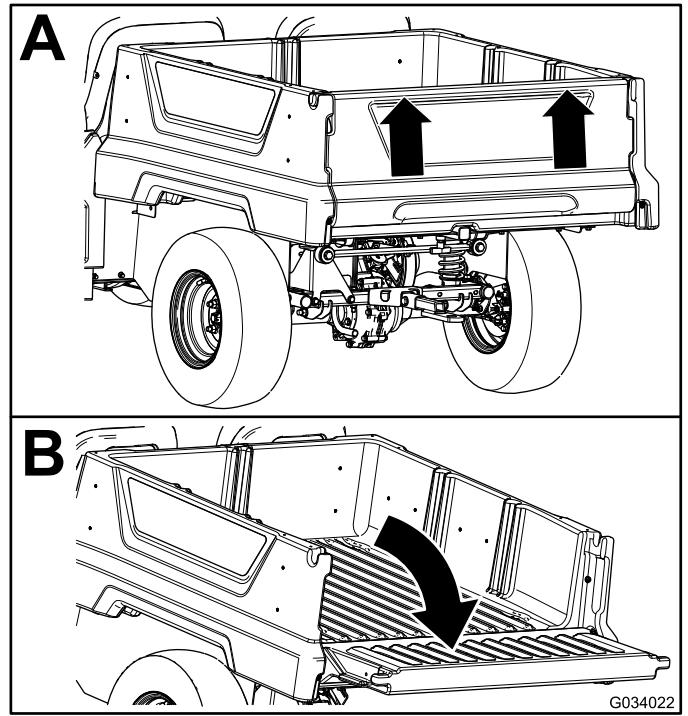

図 23
2. 両手でテールゲート上部の峰の部分をつかんでテールゲートを持ち上げる図 23。
3. 荷台と面一になるまで、テールゲートを下げる図 23。